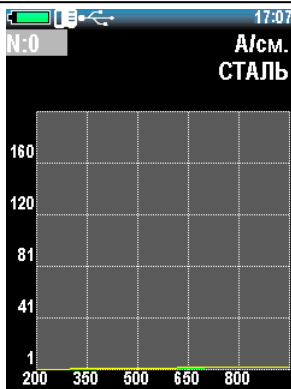

Рисунок 2.28 – Удаление пользовательской калибровки
8. Для удаления пользовательской калибровки, нужно перейти в режим калибровки пользователя и установить значение «0» для параметра «N» (рис. 2.28).